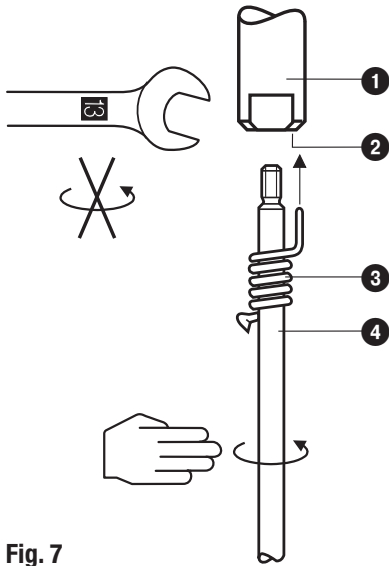

Fig. 7
1. Elektrodenverlängerung ④ in die Messelektrode ① einschrauben. **Fig. 7**
3. Maß auf der Elektrodenverlängerung ④ anreißen.
4. Elektrodenverlängerung ④ aus der Messelektrode ① herausdrehen und kürzen.
5. Nach Sichtprüfung die Verlängerung ④ in die Messelektrode ① fest einschrauben. Sicherungsfeder ③ auf der Elektrodenverlängerung ④ verschieben, bis diese in der Bohrung ② fixiert ist..